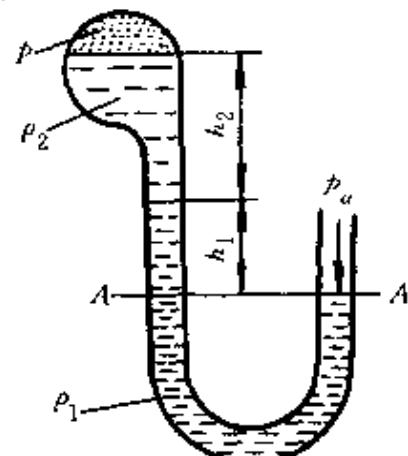

图 1-10 容器内装有两种液体的示意图
**例 4** 如图 1-10 所示，两种液体的密度分别为  $\rho_1$  和  $\rho_2$ ，在大气压  $p_a$  的作用下上升高度分别为  $h_1$  和  $h_2$ ，求球形体内的真空度和绝对压力？